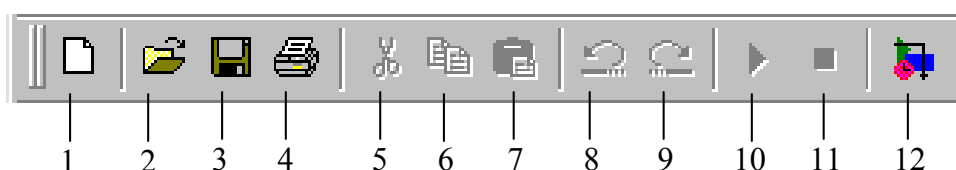
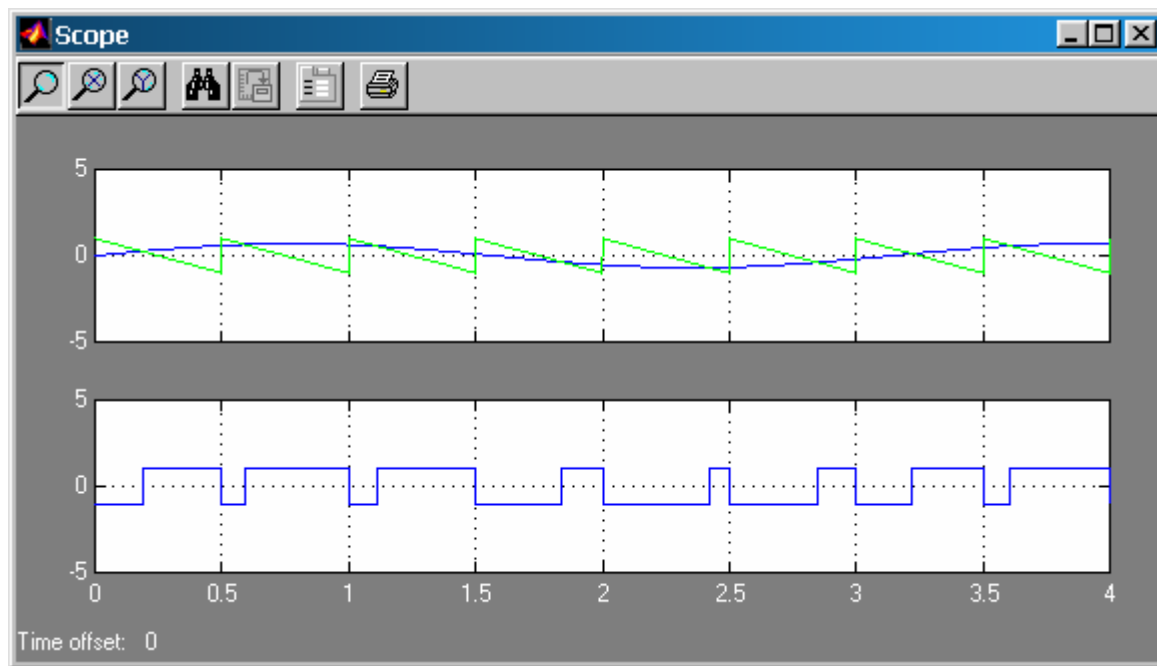

Рис.2.6. Панель инструментов окна модели ИП Simulink:
Рис.2.13. Вид окна блока **Scope** после окончания процесса моделирования
Общий вид и назначение элементов панели инструментов иллюстрирует рис.2.6.
Перед запуском модели на выполнение нужно сохранить файл созданной модели. Для сохранения файла можно воспользоваться панелью инструментов (см. рис.2.6, поз.3), либо командой сохранения файла из раздела **File**. В появившемся диалоговом окне ввести имя файла, и файл модели будет сохранен в текущей директории MATLABa (по умолчанию – директория Work).
6. Запустить процесс моделирования, воспользовавшись панелью инструментов окна модели (рис.2.6, поз.10) или командой **Start** раздела **Simulation**.
Сохраним файл созданной модели в текущей директории, для чего воспользуемся командой **Save** раздела **File** меню пользователя окна модели, либо управляющей кнопкой (см. рис.2.6, поз. 3) панели инструментов окна модели.
Воспользовавшись управляющей кнопкой (см. рис.2.6, поз.10) панели инструментов окна модели, запустим процесс моделирования. После окончания процесса моделирования окно блока **Scope** будет иметь вид, представленный рис.2.13.